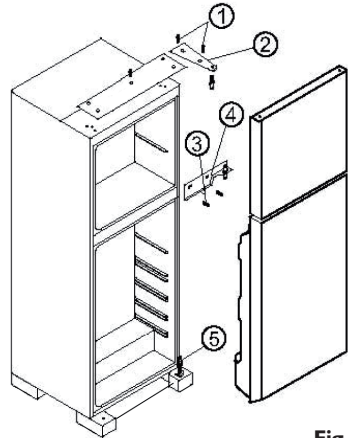

Fig. 1
- Enlevez les vis pour sortir la charnière (Fig. 1, n° 1 et 2), enlevez la porte du compartiment supérieur et placez-la dans un endroit sûr.
- Pour enlever la porte inférieure, desserrez les vis de la charnière de support centrale et enlevez-la. (Fig. 1, n° 3 et 4)
- Levez la porte inférieure de la broche de charnière (Fig. 1, n° 5) placez-la dans un endroit sûr.